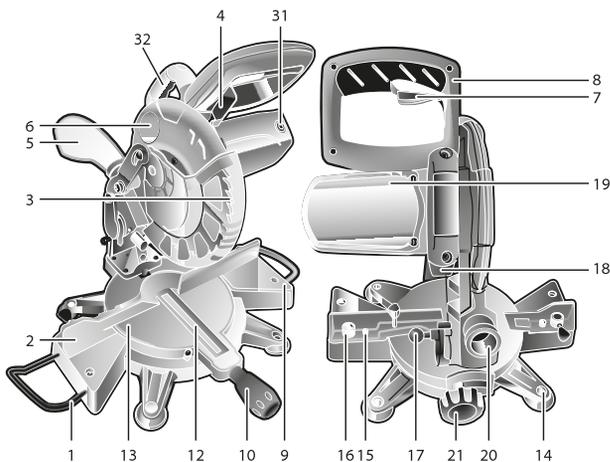

Рис. 1
ВНЕШНИЙ ВИД ТОРЦОВОЧНОЙ ПИЛЫ (Рис. 1)
- а) отжав рычаг (4) (Рис. 1), вручную поднимите кожух;